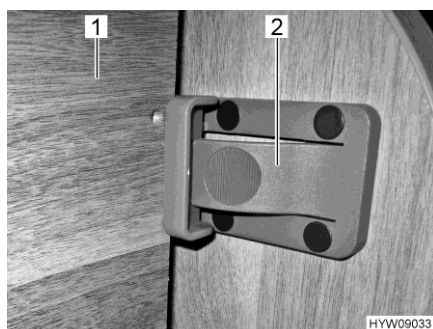

Fig. 55 Fusible avant
- Soulever le lit (Fig. 55,1).
- Sécuriser le lit avec le verrou (Fig. 55,2) à la paroi du meuble.
- Appuyer sur le verrou (Fig. 55,2).